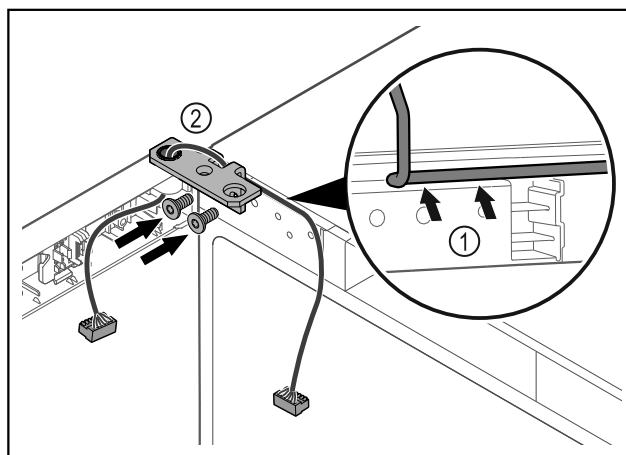

Fig. 47
- ▶ Dirijați cablul prin degajarea colțarului balamalei și dispuneți-l cu precauție Fig. 47 (1).
- ▶ Înșurubați Fig. 47 (2) colțarul balamalei.